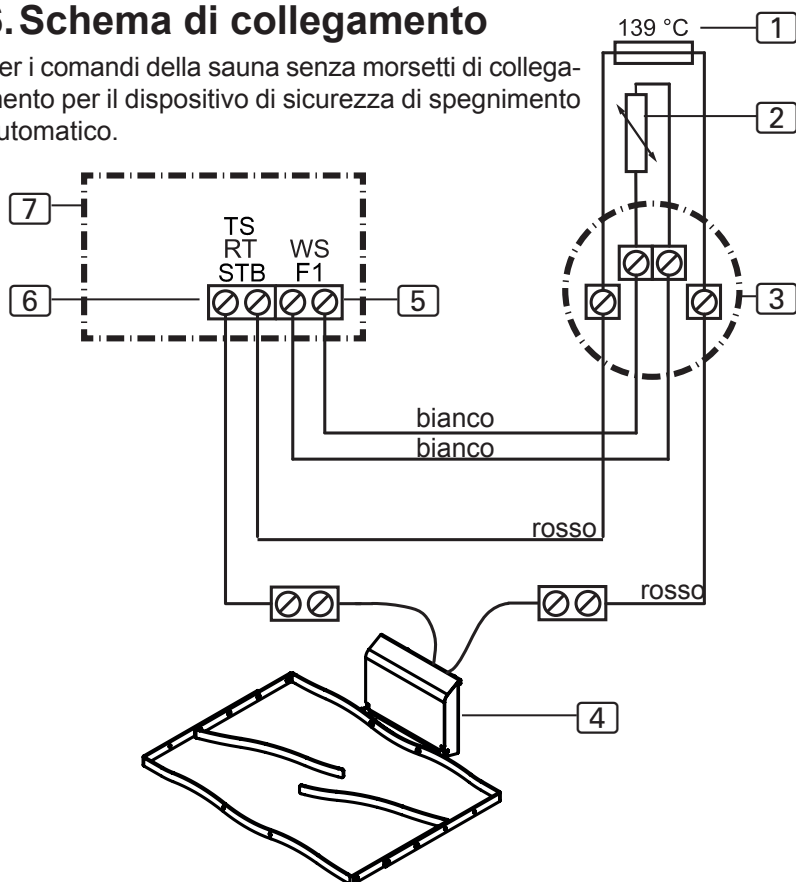

Fig.4 Collegamento
- Osservare la **Fig.4 Collegamento a pagina 12** e le istruzioni per l'uso del comando della sauna.